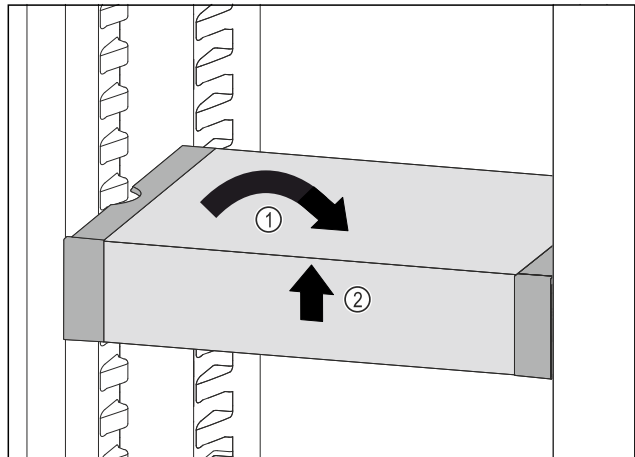

Fig. 99
- ▶ Установите VarioSafe прямо. *Fig. 99 (1)*
- ▶ Приподнимите VarioSafe спереди. *Fig. 99 (2)*